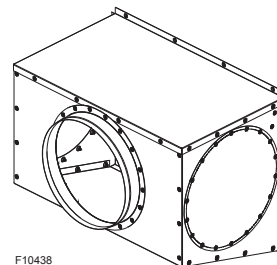

Figure 10. Assemblage d'admission d'air (option D-22)
1. Installez l'assemblage d'admission d'air (option D-22) sur l'ouverture d'admission d'air comburant situé à l'arrière de l'appareil. voir **Figure 10**. L'appareil comporte trois raccords de prise d'air: à gauche, à droite et à l'arrière. Installez le collet d'admission d'air sur l'ouverture sélectionnée et les deux couvercles fournis pour boucher les deux ouvertures inutilisées. Pour inspecter ou remplacer le filtre à air, retirez l'autre panneau latéral (côté inutilisé).